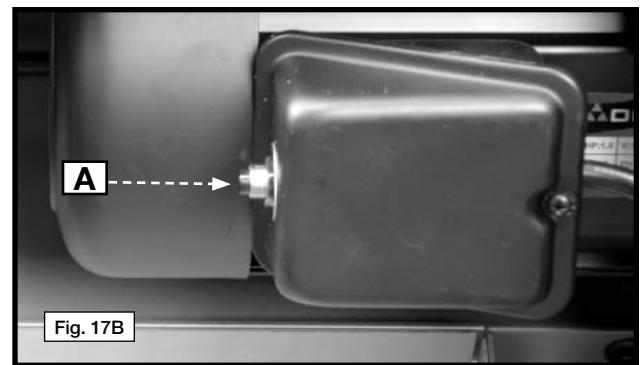

Fig. 17B
El motor del tambor tiene un relé de reinicio por sobrecarga. Si el motor no enciende debido a una sobrecarga o porque el voltaje es bajo, gire ambos interruptores a la posición de apagado (OFF). Deje que el motor se enfríe de 3 a 5 minutos y después presione el botón de reinicio (A) Fig. 17B. Encienda la máquina.